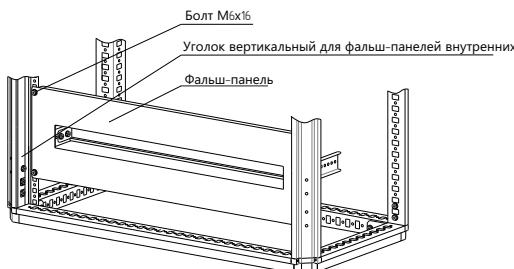

Рисунок 4
4.1.6 Закрепить уголок вертикальный для фальш-панелей внутренних на стойке каркаса в дверном проёме семью болтами самоизрезающими M6×16 (рисунок 4). Момент затяжки – 7 Н·м. Болты приобрести отдельно.
4.1.7 Закрепить фальш-панель внутреннюю болтами самоизрезающими M6×16 (рисунок 4). Момент затяжки – 7 Н·м. Болты приобрести отдельно.